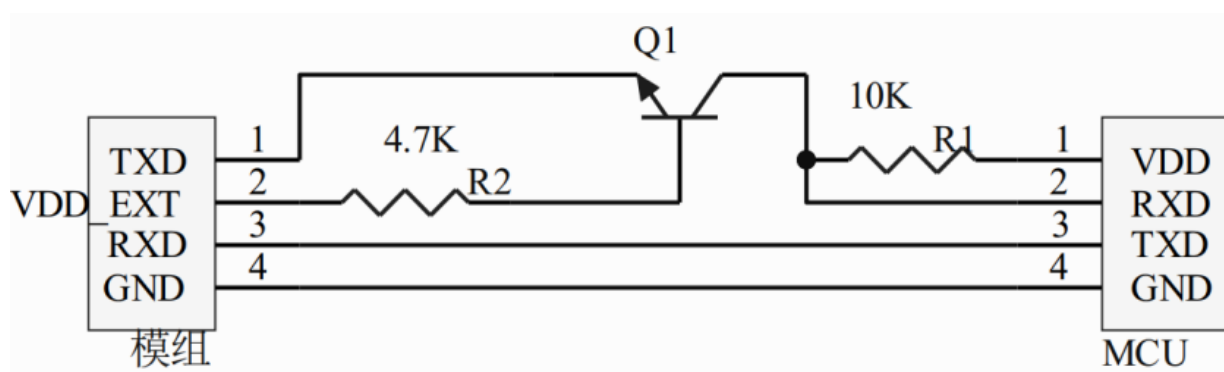

图 15 串口电平转换参考电路
- 1) 用户如果在模组外围把 AT 串口 RXD 与 WAKEUP 连接，并且 WAKEUP 同时使能了唤醒功能(模组串口 1 的 RXD 本身具有 WAKEUP 功能)，这时模组 RXD 不能使用三极管电平转换电路，否则会出现异常唤醒，无法休眠的情况。NB 芯片 RXD 脚有防倒灌设计，MCU TXD 电压范围如果在 1.8~3.6V 内可以采用（如图 15 所示）与模组的 RXD 直连方式解决。